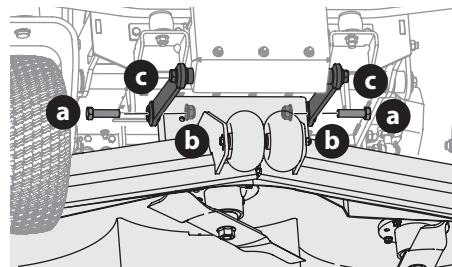

Figure 57
5. Retirez les vis hexagonales (a) et les contre-écrous à embase (b) qui fixent les tiges de commande avant du plateau de coupe (c) au plateau de coupe (Figure 57).